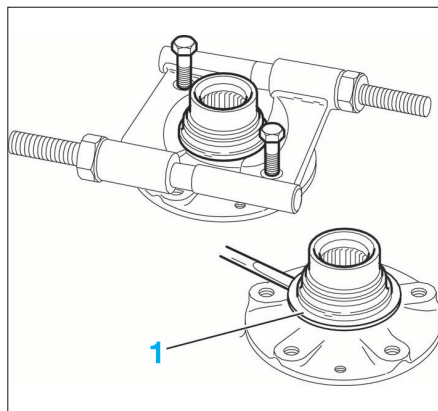

FIG. 30
- la tôle d'étanchéité qui reste sur la cage de roulement (1) (Fig.30).